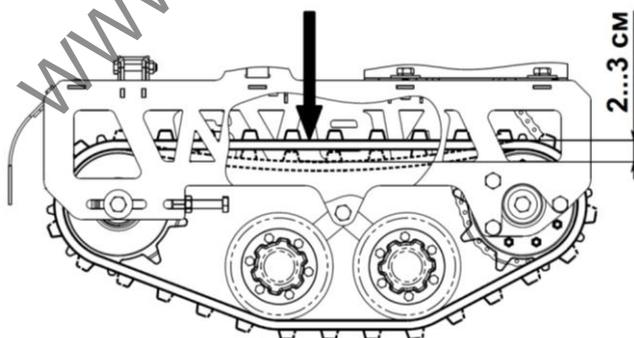

Рис.8. Проверка натяжения гусеницы
Нормально натянутая гусеница не должна провисать, но при этом она должна прогибаться на 2-3 см при небольшом нажатии рукой сверху в середине гусеницы (рис.8).
- проверьте натяжение гусеницы (рис.8).